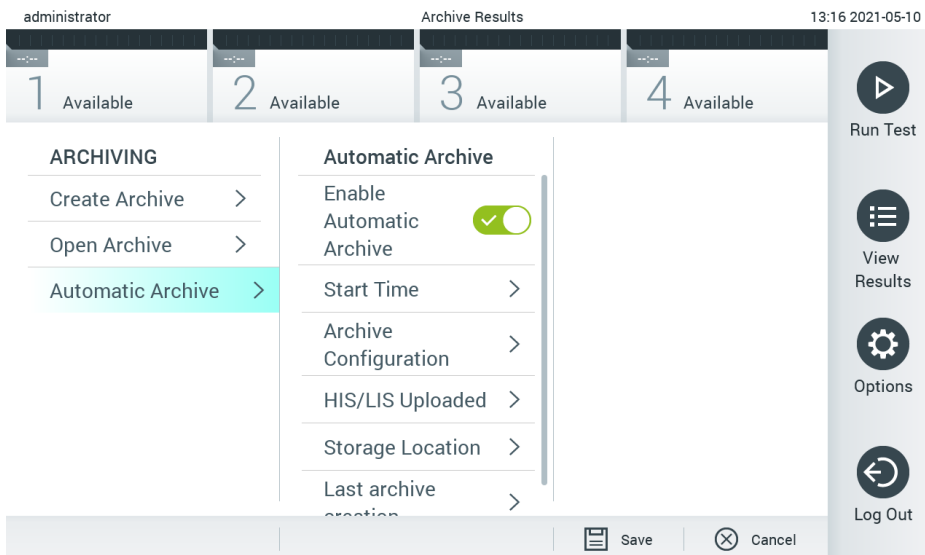

Figura 58. Opções de arquivo automático.
2. Prima **Automatic Archive** (Arquivo automático) e ative a funcionalidade (Figura 58).